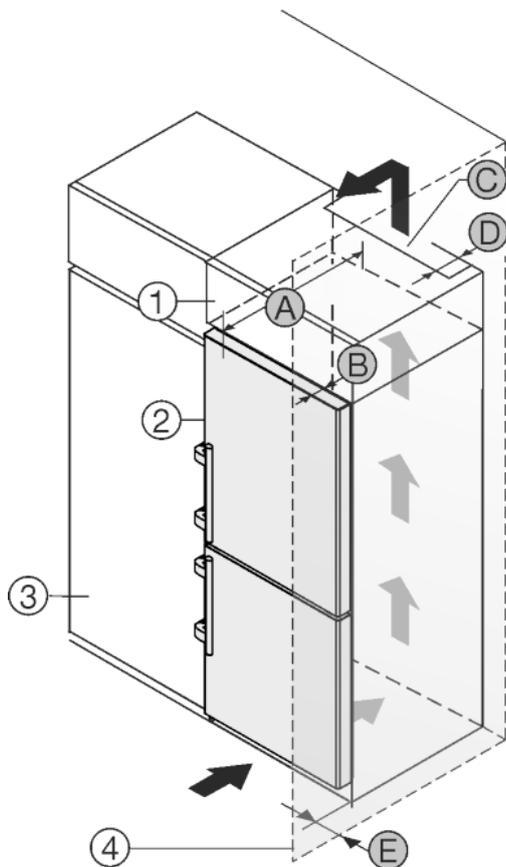

Fig. 51
L'apparecchio può essere incassato in mobili da cucina. Per adattare l'apparecchio Fig. 51 (2) all'altezza della cucina componibile, è possibile applicare sopra l'apparecchio un mobile da appoggio Fig. 51 (1).
L'apparecchio può essere installato direttamente accanto al mobile da cucina Fig. 51 (3). Per poter aprire completamente la porta, l'apparecchio deve sporgere almeno della profondità Fig. 51 (B) rispetto al frontale del mobile da cucina. L'apparecchio può sporgere ulteriormente a seconda della profondità dei mobili da cucina e dell'uso di distanziatori a parete.
- Sul retro del mobile da appoggio deve essere presente un vano di uscita dell'aria con la profondità Fig. 51 (D) sull'intera larghezza del mobile da appoggio.
- Sotto al soffitto del locale deve essere rispettata la sezione di ventilazione Fig. 51 (C).
Se l'apparecchio è installato con le cerniere accanto ad una parete Fig. 51 (4), deve essere rispettata la distanza Fig. 51 (E) tra apparecchio e parete, che corrisponde alla sporgenza della maniglia con la porta aperta.